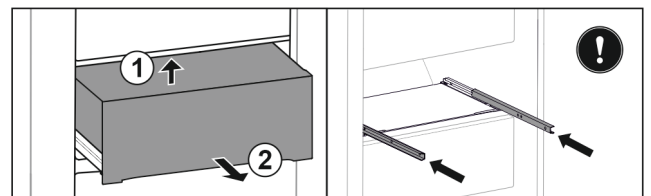

Fig. 146
- ▶ Schubfach von unten hinten anheben. Fig. 146 (1)
- ▶ Schubfach nach vorne entnehmen. Fig. 146 (2)